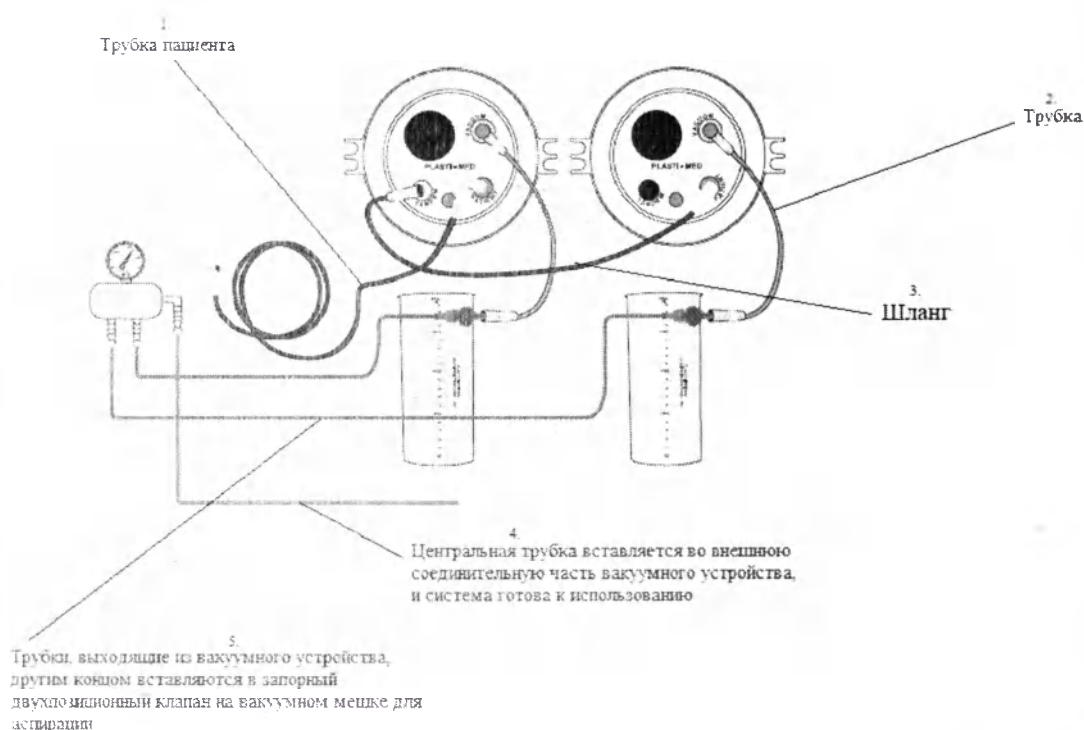

Рисунок 4- Схема последовательного подключения трубок с вакуумным мешком/контейнером
Дополнительно к вакуумному мешку для аспирации или контейнеру можно подсоединить шланг или трубки. Характеристики шланга (рис.4. (3)) и трубки (рис.4.(2)) представлены в таблице 4. Трубки (рис.4. (4 и 5)) и трубка пациента с коннектором КАПКОН (рис.4 (1)) не включены в комплект поставки. При использовании трубка пациента с коннектором КАПКОН должна быть стерильной.